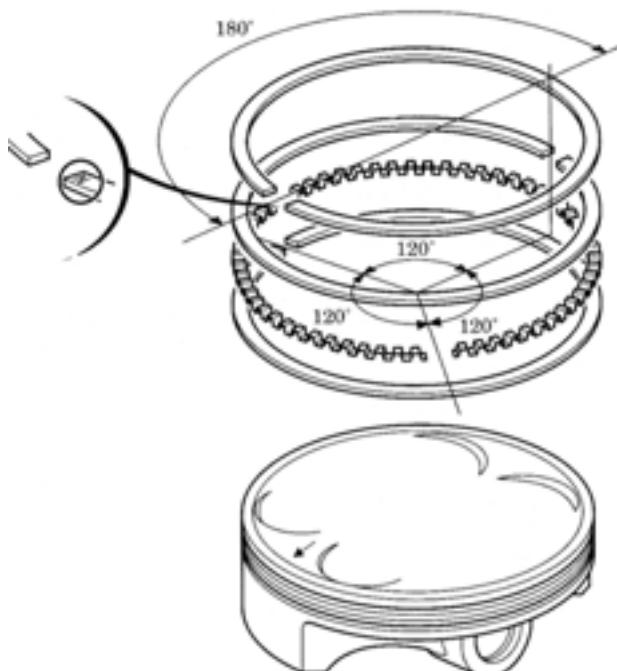

figura 3
- 4.** Il corretto orientamento dei segmenti è importante perché previene possibili allineamenti delle singole estremità fra un segmento e l'altro che possono causare l'eventuale perdita di tenuta, permettendo il trafileggio di gas o olio. Ogni elemento deve mantenere un orientamento di 120 gradi rispetto all'elemento successivo (figura 3).